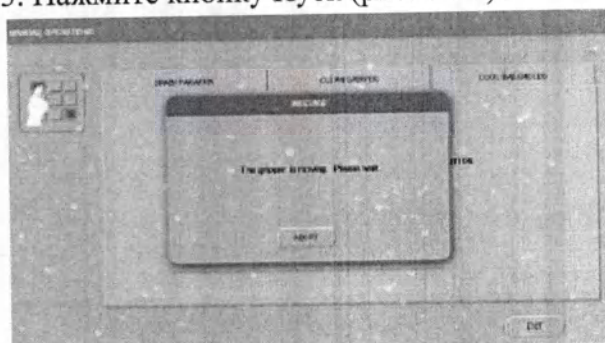

Рисунок 5VV
3. Нажмите кнопку Пуск (рис. 5VV).